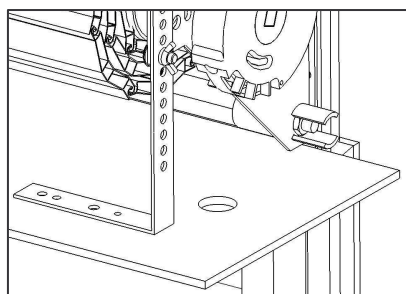
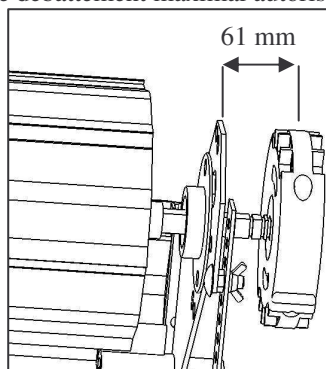
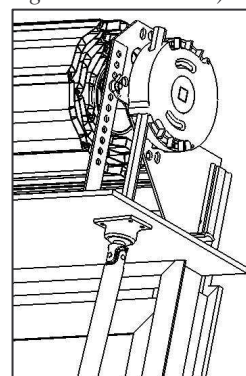

Figure 7
Figure 8
Figure 9
9.1/ Percer la tablette (Voir Figure 7 ci-dessous), positionner la manivelle et fixer le bloc guide sur la tablette (Voir Figure 9 ci-dessous). (Pour une plus grande souplesse de montage le Tradi Max permet un débattement horizontal afin d'aligner la tige 6 pans à la cavité d'accueil du treuil) Attention, le débattement maximal autorisé est de 61 mm (Voir Figure 8 ci-dessous).
9.2/ Aligner la cavité d'accueil du treuil à la tige 6 pans en provoquant la rotation du treuil. Puis glisser la tige 6 pans de 7 dans le treuil (Voir Figure 9 ci-dessus).